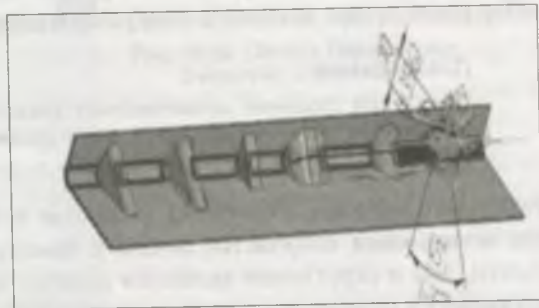

Рис. 29.32. Варианты построения ребер усиления
- ◆ задайте положение ребра усиления. Для этого требуется указать, в какой точке средняя плоскость пересекает ребро сгиба. Это можно сделать одним из способов (рис. 29.32):
- ◆ если необходимо, включите опции **Прогиб** и **Скругление основания**, поставив переключатели в **Положение 1** (включено). По фантому определитесь с выбранными размерами (рис. 29.32);
- ♦ для завершения построения нажмите кнопку **Создать объект** — на сгибе листовой детали появилось ребро усиления, а в **Дереве** модели — его пиктограмма. Самостоятельно создайте варианты ребер на данной листовой детали, как на рис. 29.32.